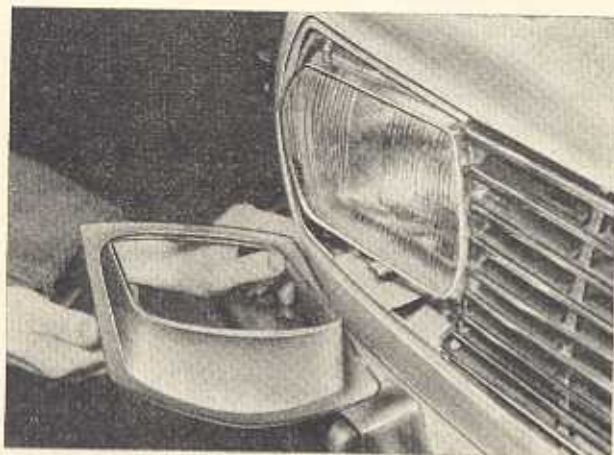

Bild E 25. Frontring in Ausbaulage
2. Frontring abnehmen (Bild E 25). In der Mitte des Frontringes oben liegende Schlitzschraube lösen und den Frontring aus den beiden unteren Befestigungspunkten aushängen (Bild E 25).